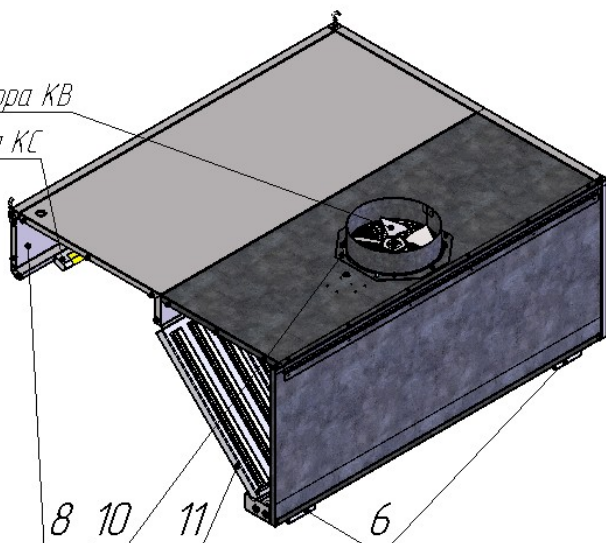

Рис.3
3.5.8. Установку фильтров поз. 11 (Рис. 3) и лотков поз. 6 (Рис. 3) произвести согласно Рис. 3.
3.5.9. При наличии комплекта вентилятора КВ (заказывается дополнительно для каждого зонта). Комплект вентилятора разместить внутри зонта. Раскрутить крепеж фиксатора поз. 10 (Рис. 3) , совместить комплект вентилятора с отверстиями в крышке зонта и зафиксировать, затянув крепеж.
3.5.10. При наличии комплекта светильника КС (заказывается дополнительно для каждого зонта). Закрепить на панели поз. 8 (Рис. 3) при помощи винтового соединения М3 и направляющей, входящими в комплект светильника. Последовательное соединение и подключение ламп производить при помощи перемычки и шнура, входящими в комплект светильника. Для подключения шнур продеть через специальные отверстия в коробе зонта.